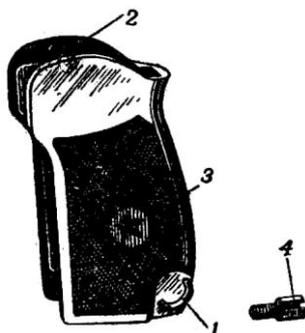

Рис. 37. Рукоятка с винтом:
**27. Рукоятка винта** (рис. 37) прикрывает боковое окно и заднюю стенку основания рукоятки и служит для удобства удержания пистолета в руке. Она имеет: отверстие для винта, который крепит рукоятку к основанию рукоятки; антабку для пристегивания пистолетного ремешка; пазы для свободного надвигания рукоятки на основание рукоятки; в задней стенке - выем для защелки магазина. В отверстии для винта расположена металлическая втулка, которая предназначена для стопорения головки винта от произвольного отвинчивания. Рукоятка изготовлена из пластмассы.